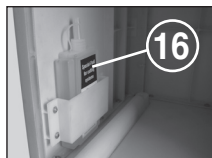

Fig. 6
Drag ut uppsamlingskärlet (14), tag ut oljekärlet (16) (Fig. 6) ur hållaren i underskåpet och skjut in kärlet igen. Stryk ut lite olja på ett pappersark och mata in det till skärverket genom papprets inmatningsöppning (12). Pappret dras in och oljan når då in i tillskärverket.
- Drag ut uppsamlingsbehållaren (14) ända till kontrollamporna  (8) tänds.
- Kontrolllamporna  (7) och  (4) blinkar.
- Tryck på bakåtknappen (4) och håll den nedtryckt tills kontrollamporna  (7) slocknar.